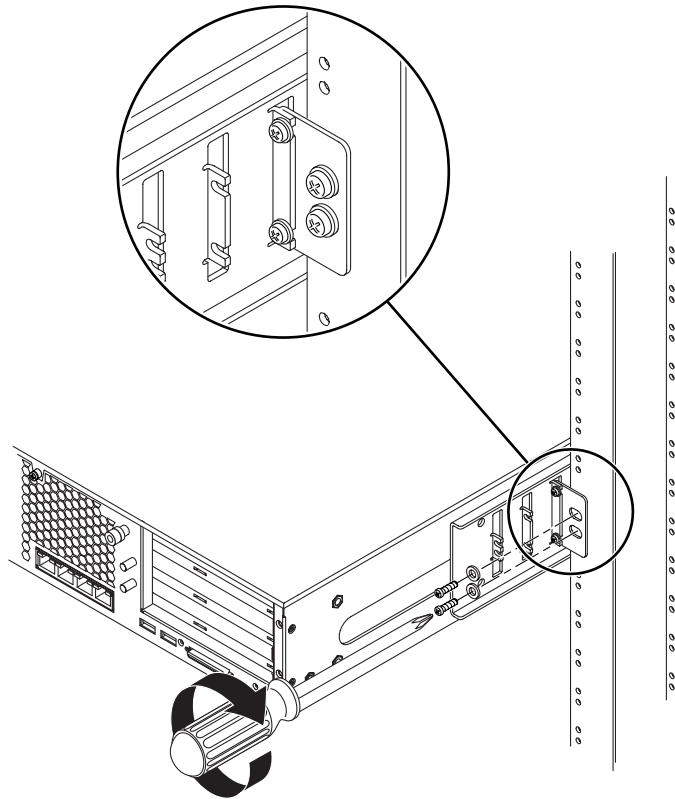

FIGURE 3-35 Fixation de la plaque arrière à l'armoire
d. À l'aide de deux vis, fixez l'autre face de la plaque arrière à l'arrière de la colonne (FIGURE 3-35).